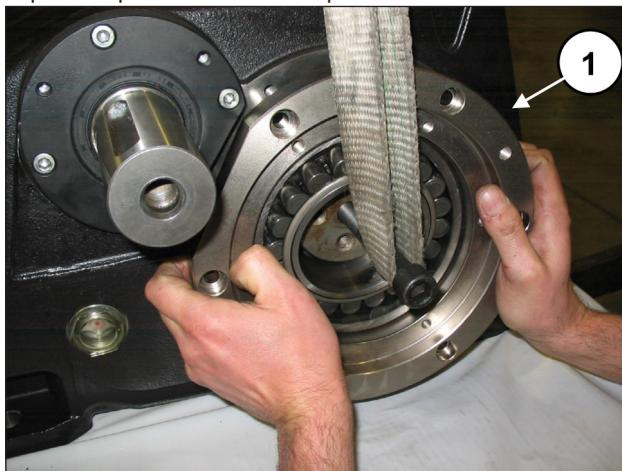
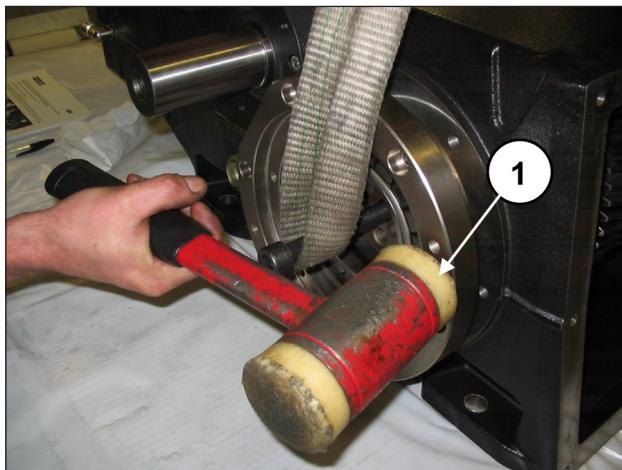

Fig. 72
Fig. 73
Aplicar los dos pernos roscados M16 en el extremo del eje acodado y, manteniéndolo levantado, (pos. ①, Fig. 72), introducir la tapa portacojinetes junto con la junta tórica (pos. ①, Fig. 73) utilizando una herramienta de percusión. Repetir la operación en el lado opuesto.